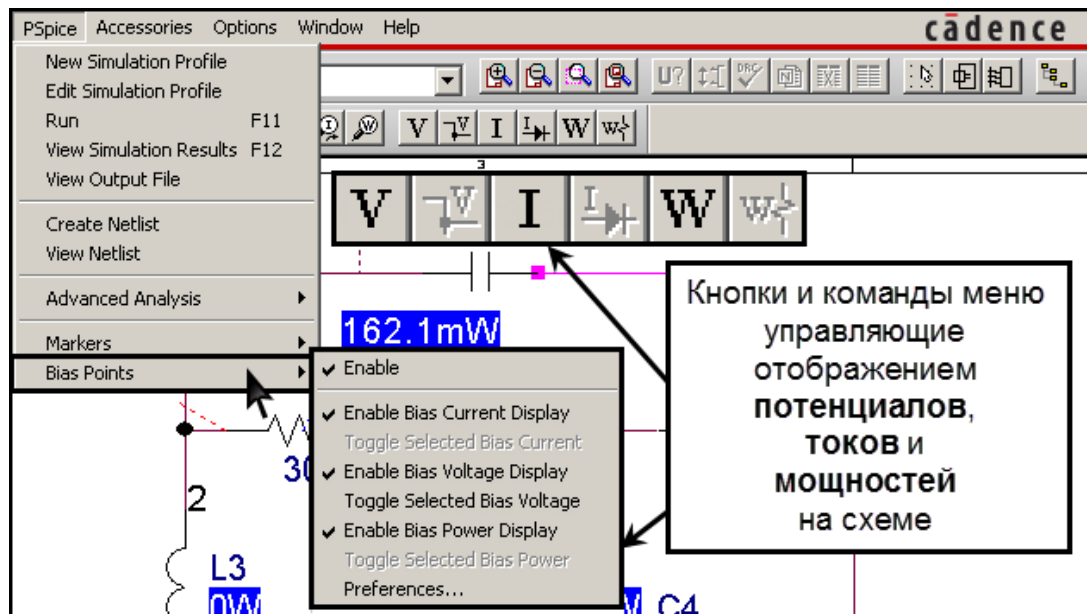

Рис. 8. Управление отображением режима по постоянному току
8. Включить в OrCAD Capture отображение на схеме результатов анализа по постоянному току – показ рассчитанных значений потенциалов в узлах, токов и потребляемой компонентами мощности. Управление отображением осуществляется через главное меню – **PSpice>Bias Point>...** и с помощью пиктограмм панели инструментов (рис. 8).